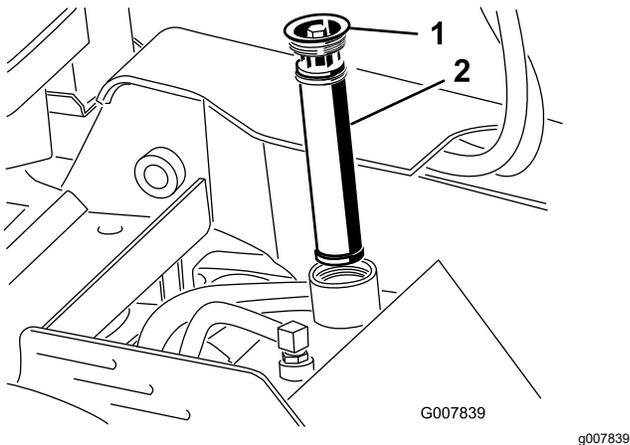

図 54
5. 油圧オイルタンクの注油口周辺とキャップをきれいに拭き、ソケットレンチで補給口からキャップとフィルタを外す 図 54。
5. 油圧オイルタンクのフィルタとキャップ 図 54を取る。
10. フィルタを取り付け、キャップ 図 54をして上部ボルトを13-15.5 N·m 2.3-2.8 kg·m = 110-140 in·lbにトルク締めする。